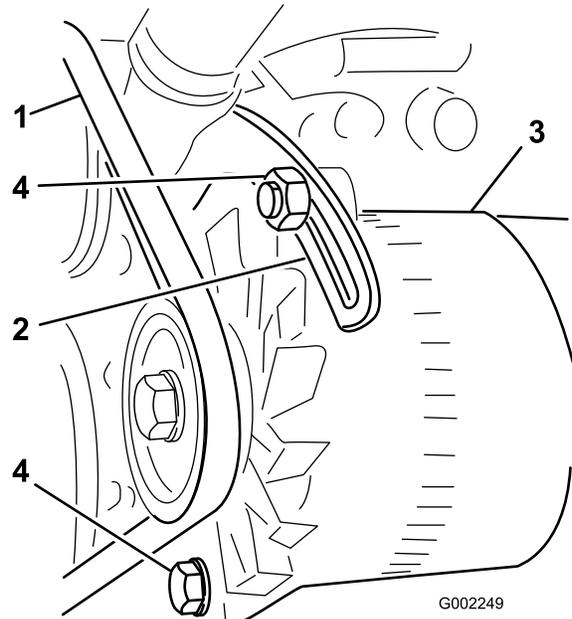

Figure 69
3. Desserrez les boulons de fixation du renfort au moteur et le boulon de fixation de l'alternateur au renfort (Figure 69).